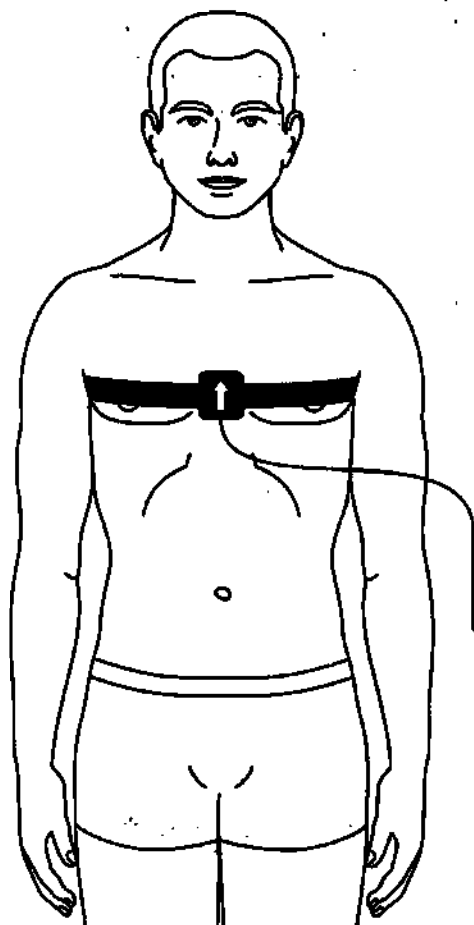

Рис. 41. Закрепление датчика положения тела с помощью ремня
- 7) Датчик положения тела закрепите на ремне (чаще всего используют ремень датчика экскурсии грудной клетки) (рис. 41). Стрелка на датчике должна быть обращена вверх и кнаружи от пациента. Подключите датчик к электронному блоку системы согласно монтажу обследования.